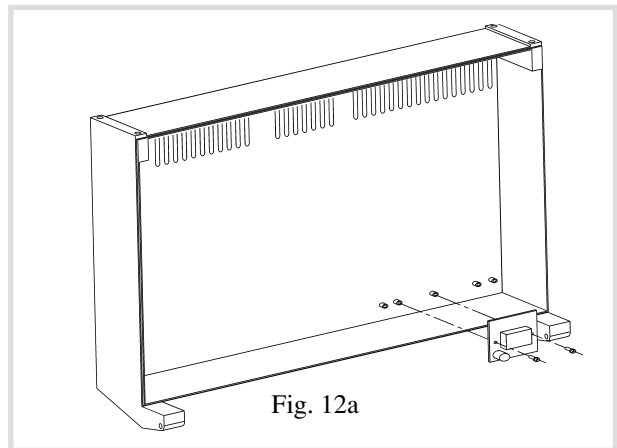

Fig. 12a
- fixer la platine sur la partie arrière du tableau de bord dans la position de figure 12a (les vis sont livrées avec la platine)